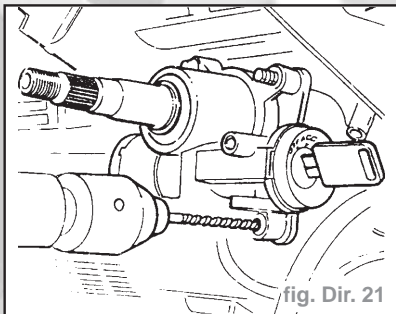

fig. Dir. 21
- Déposer la serrure et l'ensemble palier, fiche de faisceau de câbles, vis de rupture, amorcer au pointeau les têtes de vis et percer un trou suffisamment grand pour qu'il puisse être utilisé un appareil de démontage de goujons de type commercial (fig. Dir. 21).